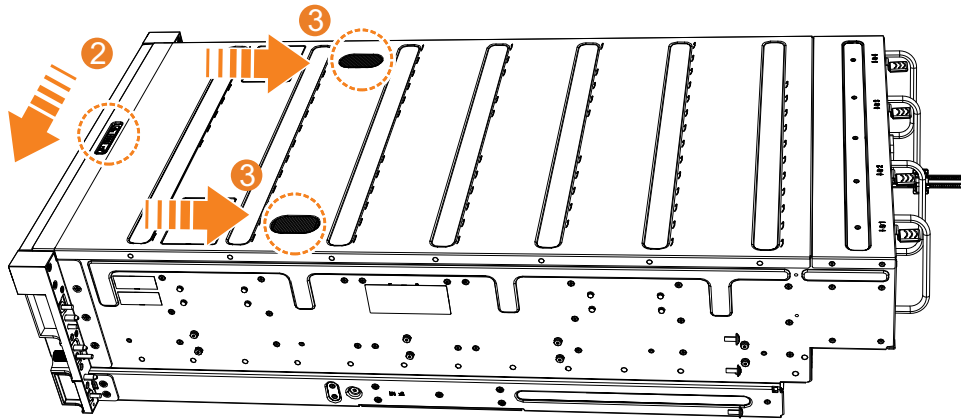

Figura 79. Substituindo a tampa superior do 2145-92F
2. Empurre a alavanca de liberação da tampa para a lateral (**2**), conforme mostrado em Figura 79 na página 80.
3. Deslize a tampa de volta para a parte traseira do gabinete (**3**) até parar, conforme mostrado em Figura 79 na página 80.